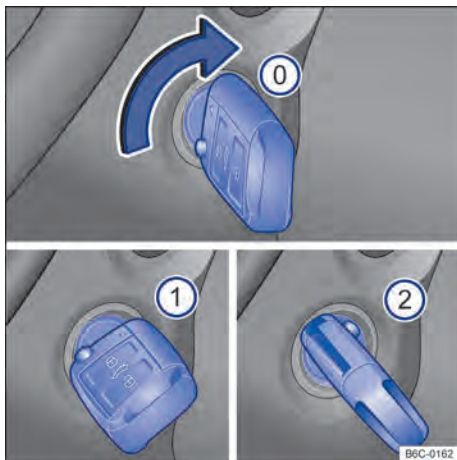

Fig. 87 Ao lado do volante, à direita: posições da chave do veículo no cilindro da ignição.
Posições da chave do veículo → Fig. 87
- ① Ignição desligada. A chave do veículo pode ser retirada.
- ② Ignição ligada.
- ③ Pisar no pedal do freio (*veículos com transmissão automática*), ou no pedal da embreagem (*veículos com transmissão manual*) e ligar o motor. Quando o motor pegar, soltar a chave da ignição. Ao soltar, a chave do veículo retorna à posição → Fig. 87 ①.
- **Veículos com cilindro da ignição:** girar a chave do veículo na posição → Fig. 87 ①. A ignição está ligada. Nesse instante a luz de controle do sistema de partida aquecida ☞ irá se acender no instrumento combinado. Aguardar que a luz de controle ☞ se apague indicando o término do aquecimento do combustível (esta ação poderá ser necessária em condições de partida com o motor frio).
- **Veículos com cilindro da ignição:** girar a chave do veículo no cilindro da ignição para a posição → Fig. 87 ② – não acelerar. Quando o motor começar a funcionar, soltar a chave do veículo no cilindro da ignição.
- *Veículos com cilindro da ignição*: girar a chave do veículo no cilindro da ignição na posição → Fig. 87 .